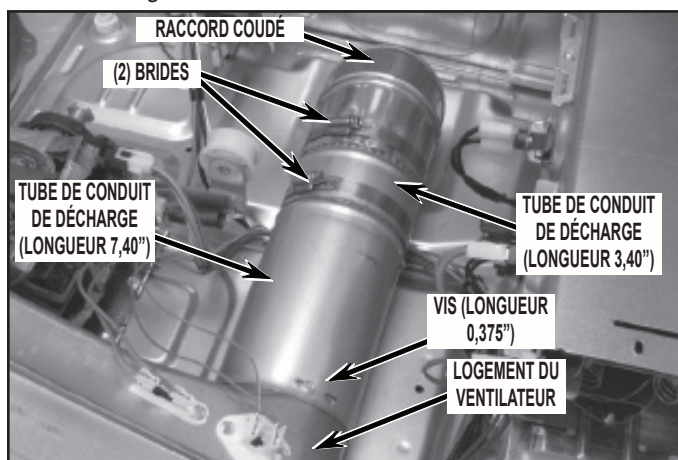

FIGURE 26
6. Raccorder le conduit de décharge de 187 mm (7,40") au logement du ventilateur avec la vis de longueur 3/8" ôtée à l'étape 20 des instructions de démontage de la sécheuse; voir la *Figure 26*.
8. Raccorder le sous-ensemble précédent au tube de conduit de décharge de longueur 187 mm (7,40") à l'intérieur de la sécheuse – voir la *Figure 26*.
9. Positionner correctement l'ensemble du circuit de décharge par le bas, puis bien serrer avec une bride; voir la *Figure 26*.